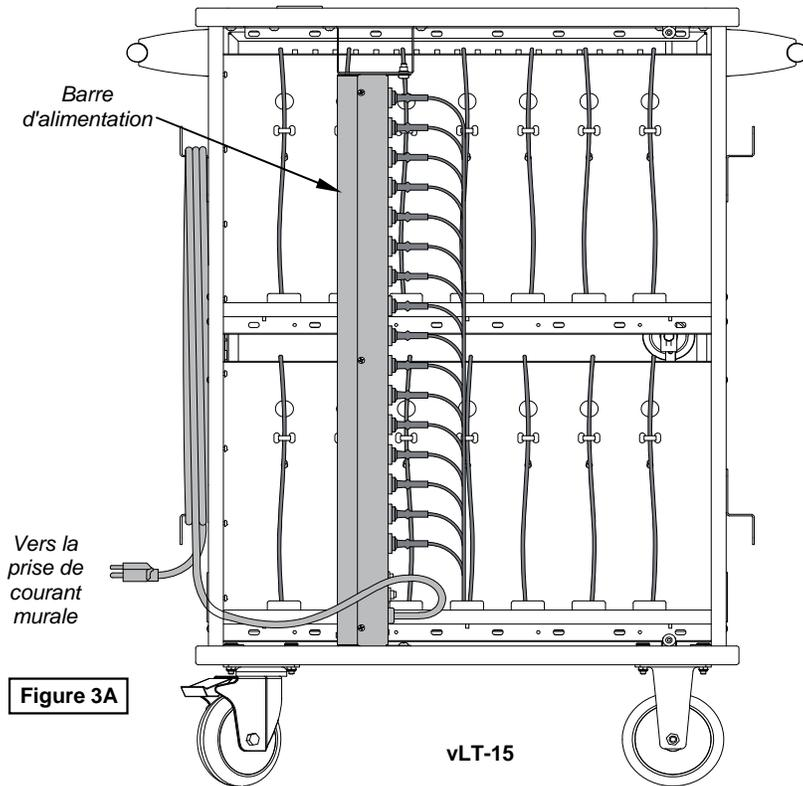
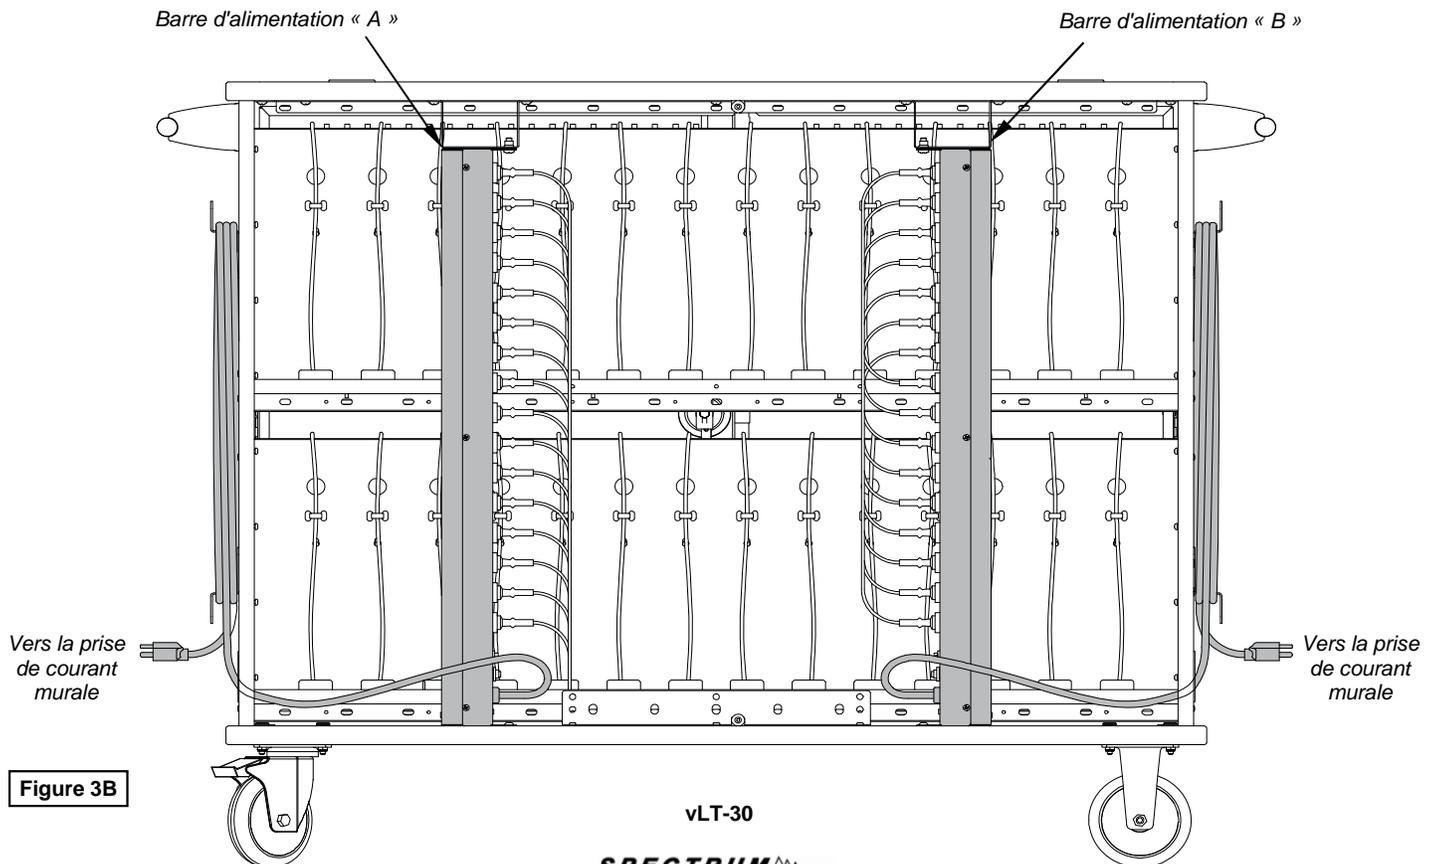

Figure 3A
Figure 3B
1. Branchez chaque barre d'alimentation dans une prise de courant murale. **Figure 3A.** Si votre chariot est doté de barres d'alimentation double (le vLT-30), assurez-vous d'utiliser un circuit distinct pour chaque barre d'alimentation. **Figure 3B.**